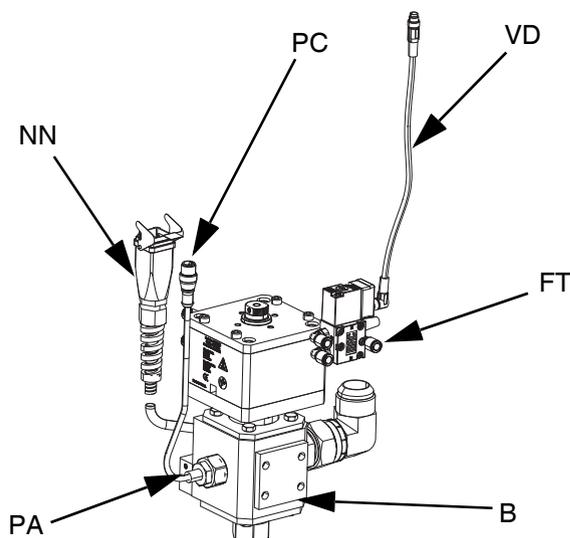

FIG. 24
- 9. Ligue a linha de ar (AR) (não fornecida) ao encaixe de ar (FT) no solenoide da válvula de distribuição. Consulte o manual de Instruções – Peças das Válvulas axiais de distribuição. Consulte a FIG. 24.
- Ligue o cabo da válvula solenoide (VC) à extremidade de 4 pinos do cabo repartidor M8 ligado à porta 4 do motor elétrico (AB). Consulte **Conexões de comunicação do condutor elétrico** para êmbolos simples, na página 16. Consulte a FIG. 24.
- Ligue a extremidade de 90 graus do cabo M8 de 4 pinos (VD) incluído à válvula de distribuição e a extremidade reta do cabo da válvula solenoide a (VC). Consulte a FIG. 24.
- Ligue o cabo da válvula solenoide de distribuição ao conector do solenoide da válvula de distribuição em tandem (YY) no bloco de tandem (R).
- Ligue a extremidade de 90 graus do cabo M8 de 4 pinos (15N040) incluído à válvula de distribuição e a extremidade reta do cabo da válvula solenoide a (VC). Consulte a FIG. 24.
- Ligue uma extremidade macho do repartidor M8 de 4 pinos (TT) no bloco de tandem (R) à extremidade M8 de 4 pinos do cabo do repartidor ligado à porta 4 no motor elétrico (AB) para o êmbolo 1 ou êmbolo 2. Consulte **Ligações de comunicação do motor elétrico** para o **Êmbolo em tandem** na página 17.